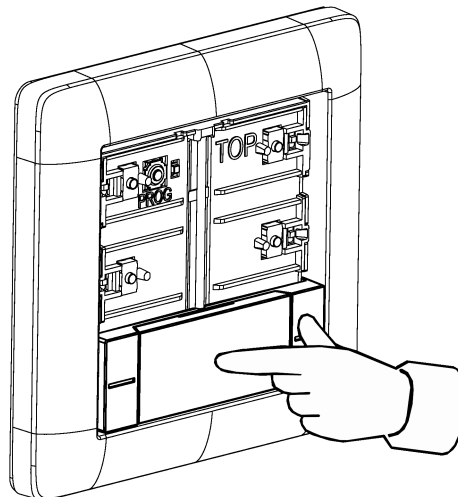

Bild 7: Tryck i mitten på Användningsvippkontakten
- Tryck i mitten på användningsvippkontakten (se bild 7).